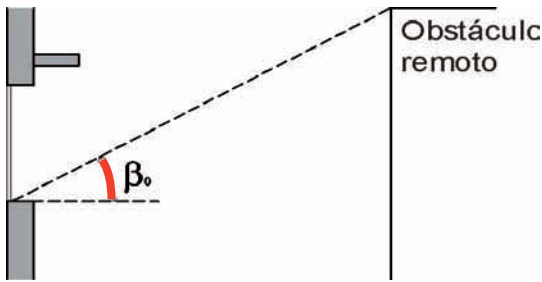

Figura 3. Ángulo de obstáculos remotos
4. Los **huecos captores** son aquellos huecos orientados al Sur, Sureste o Suroeste que cumplen una serie de condiciones (Figura 3, 4 y 5) y que garantizan un acceso solar significativo, por tanto a los huecos captores se asigna el nivel de radiación de la orientación Sur. El resto de los huecos son no captores. Las condiciones que deben cumplir los huecos para ser captores son las siguientes: